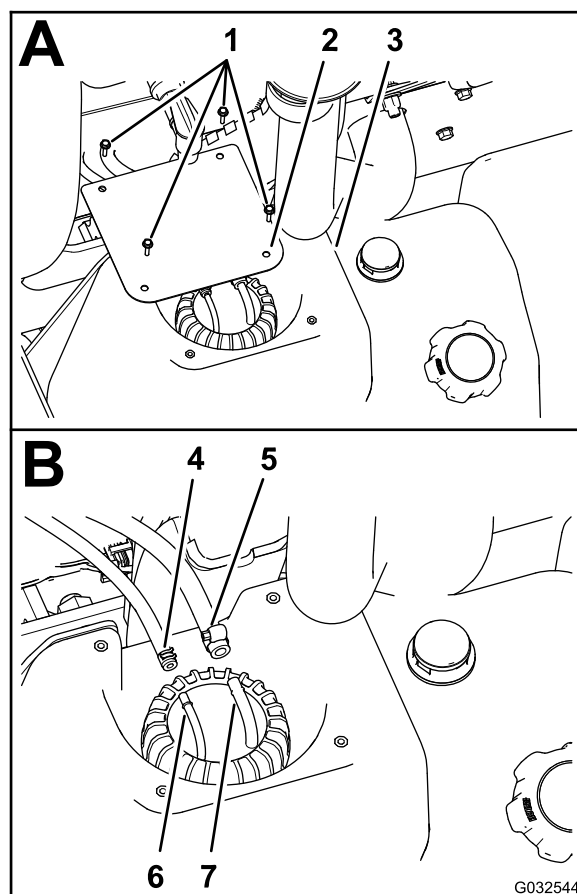

Figure 76
2. Sur le réservoir de carburant, retirez les 4 vis (n°10 x 3/4") qui fixent le couvercle au sommet du réservoir et déposez le couvercle (Figure 76).
3. Desserrez les colliers qui retiennent les 2 flexibles de carburant sur les 2 raccords au sommet du tuyau vertical (Figure 76).
4. Débranchez les 2 flexibles des raccords et vidangez le carburant dans un bidon homologué (Figure 76).
4. Branchez le flexible de carburant de 6,4 mm au raccord de 6,4 mm et fixez-le en place avec le collier (Figure 76).
5. Branchez le flexible de carburant de 8 mm au raccord de 8 mm et fixez-le en place avec le collier (Figure 76).